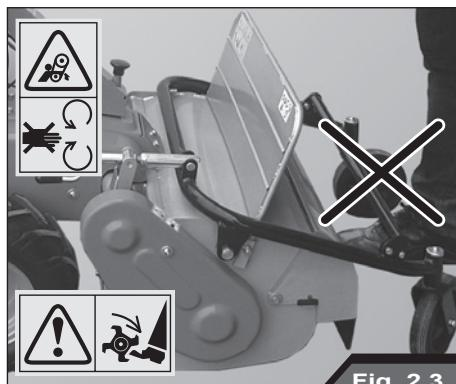

Fig. 2.3
- Controleer altijd of er zich niemand in de buurt van de rotor van de maaibladen bevindt, voordat u de machine start (Fig. 2.3). Zorg er tijdens het gebruik van de allesmaaier voor dat er zich geen personen binnen een straal van 10 m bevinden. Probeer tijdens het werken in een gebied vol stenen of andere obstakels de meeste stenen te verwijderen, alvorens het maaien te beginnen. Ondanks de beschermingen bestaat het gevaar dat stenen of andere ongeschikte voorwerpen weggeschoten in de richting van de bediener of andere personen in de buurt.